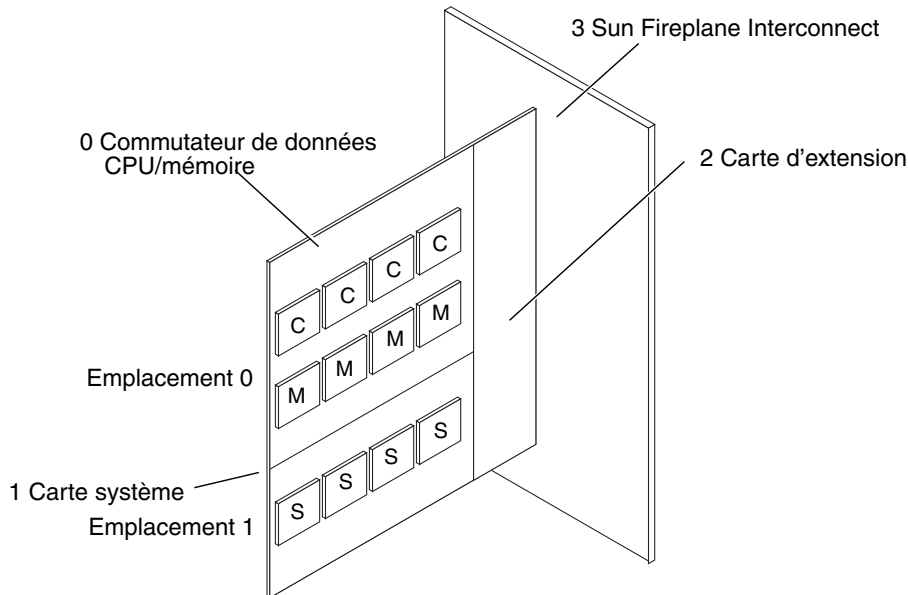

FIGURE 4-2 Données du système Sun Fire E25K/E20K : niveaux d'interconnexion pour les transferts
L'interconnexion de systèmes Sun Fire E25K/E20K est implémentée sur plusieurs couches physiques (voir FIGURE 4-2). Sur un serveur complexe, il est très difficile de connecter toutes les unités fonctionnelles (CPU/unités de mémoire, contrôleurs d'E/S) les unes aux autres. L'interconnexion système d'un serveur est mise en œuvre sous la forme de niveaux hiérarchisés : les puces sont connectées aux cartes, elles-mêmes reliées à Sun Fireplane interconnect. Pour les composants situés sur une même carte, la latence est peu élevée et la bande passante, élevée. Ceci s'explique par le fait qu'il existe davantage de connexions entre ces composants qu'avec les composants n'ont intégrés à la carte.
- L'interconnexion du transfert de données se compose d'une hiérarchie de crossbars à quatre niveaux, comme indiqué dans la FIGURE 4-2 :